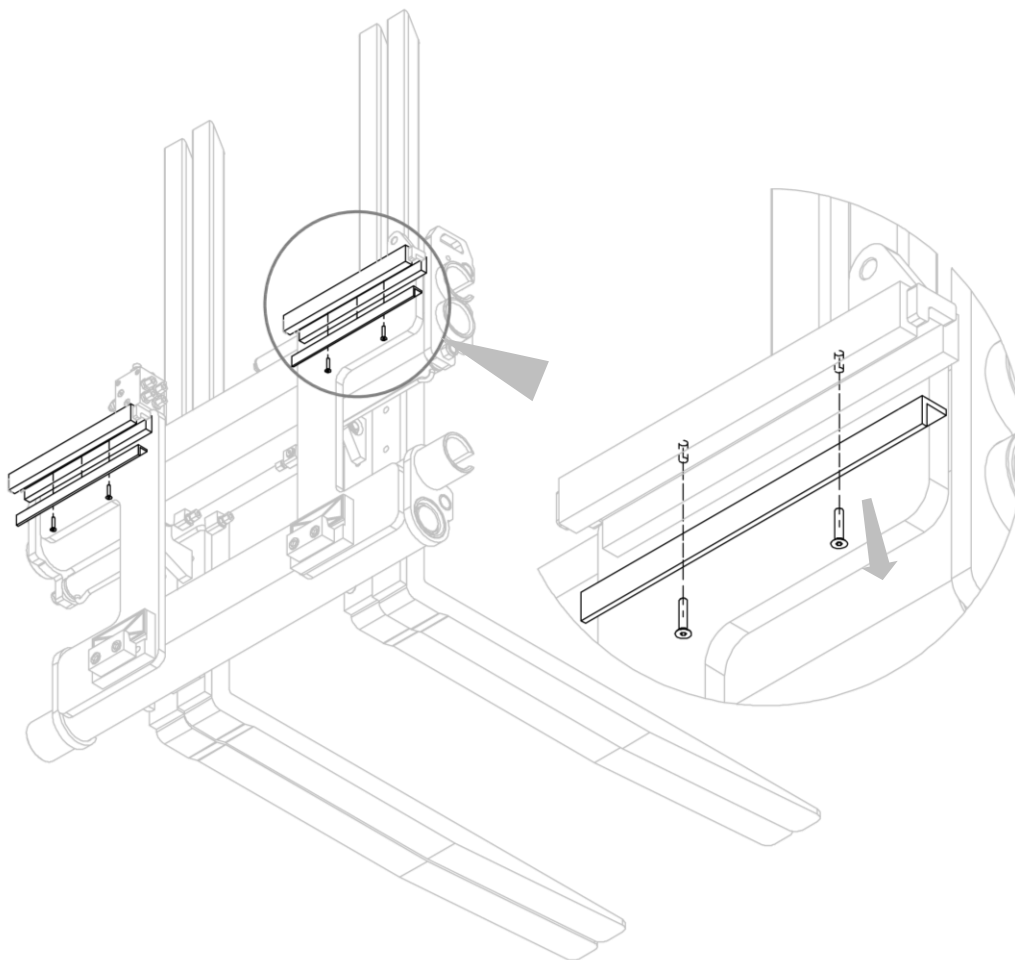

Abbildung 25
4. Schrauben Sie Buchsen ab (siehe *Abbildung 25*).